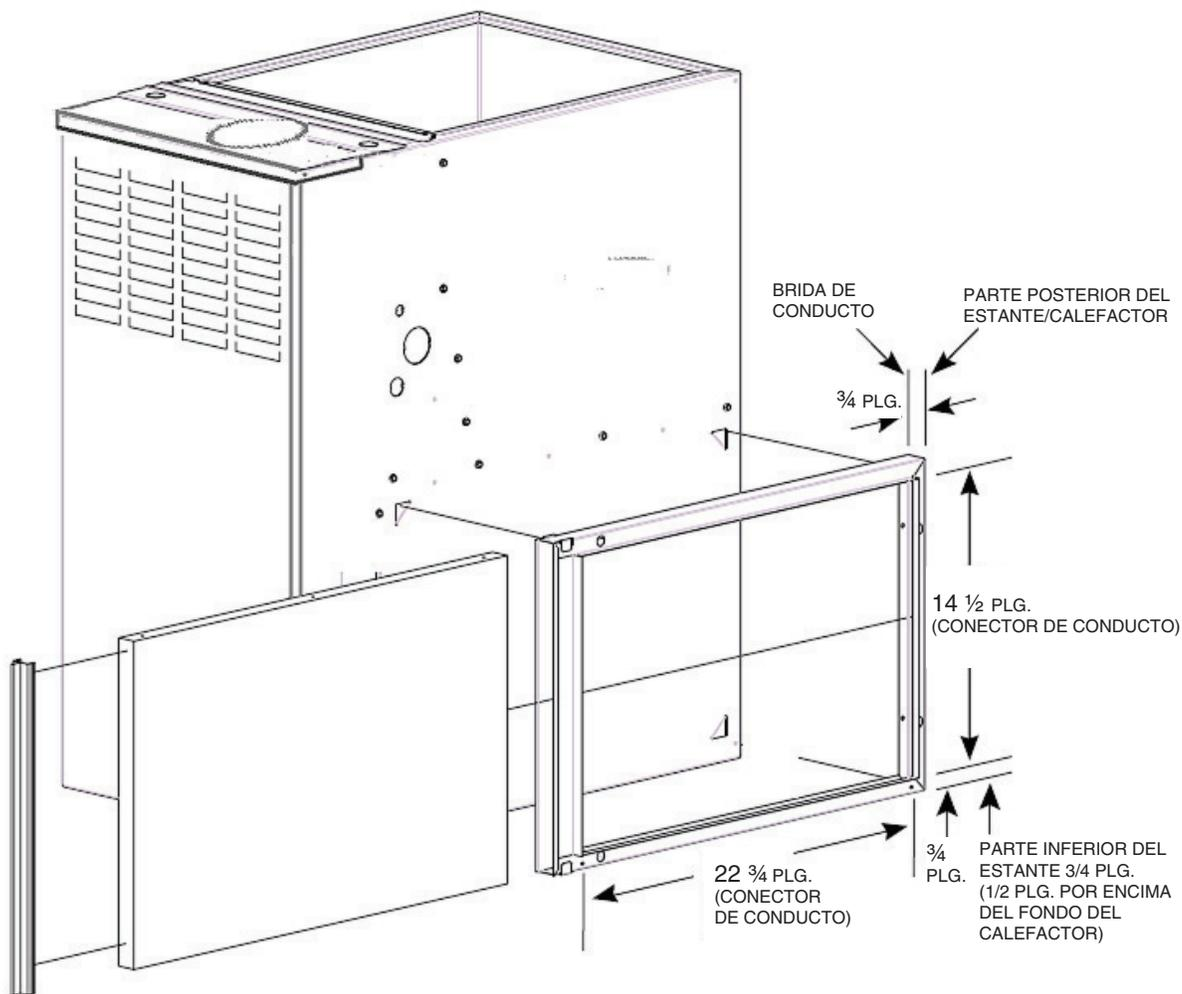

Figura 1 - Estante de filtro lateral
Este estante de filtro se utiliza con calefactores a gas multiposición para proporcionar una entrada lateral al aire de retorno. El estante recibe un filtro de 406 x 635 mm (16 x 25 plg.) que se puede extraer con facilidad como se muestra en la Figura 1.
1. Consulte la Figura 1 y las instrucciones de instalación del calefactor para determinar el tamaño y la ubicación de la abertura para la entrada lateral.